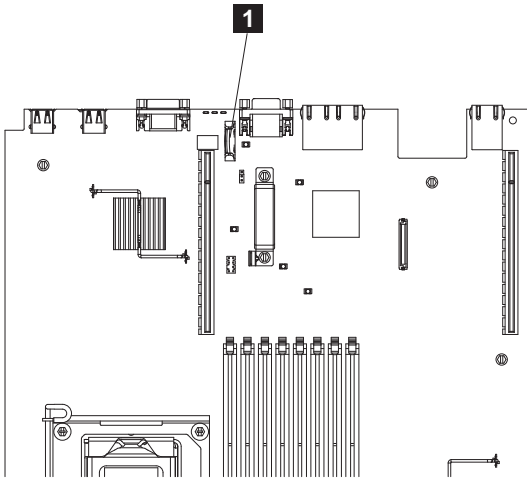

図 193. SAN ポリシステム・コントローラー 2145-CG8 または 2145-CF8 CMOS バッテリー・ホルダーの位置
2. システム・ボード上のバッテリーを見つけます。 253 ページの図 193 は、システム・ボード上のバッテリーの位置を (**1**) 示しています。